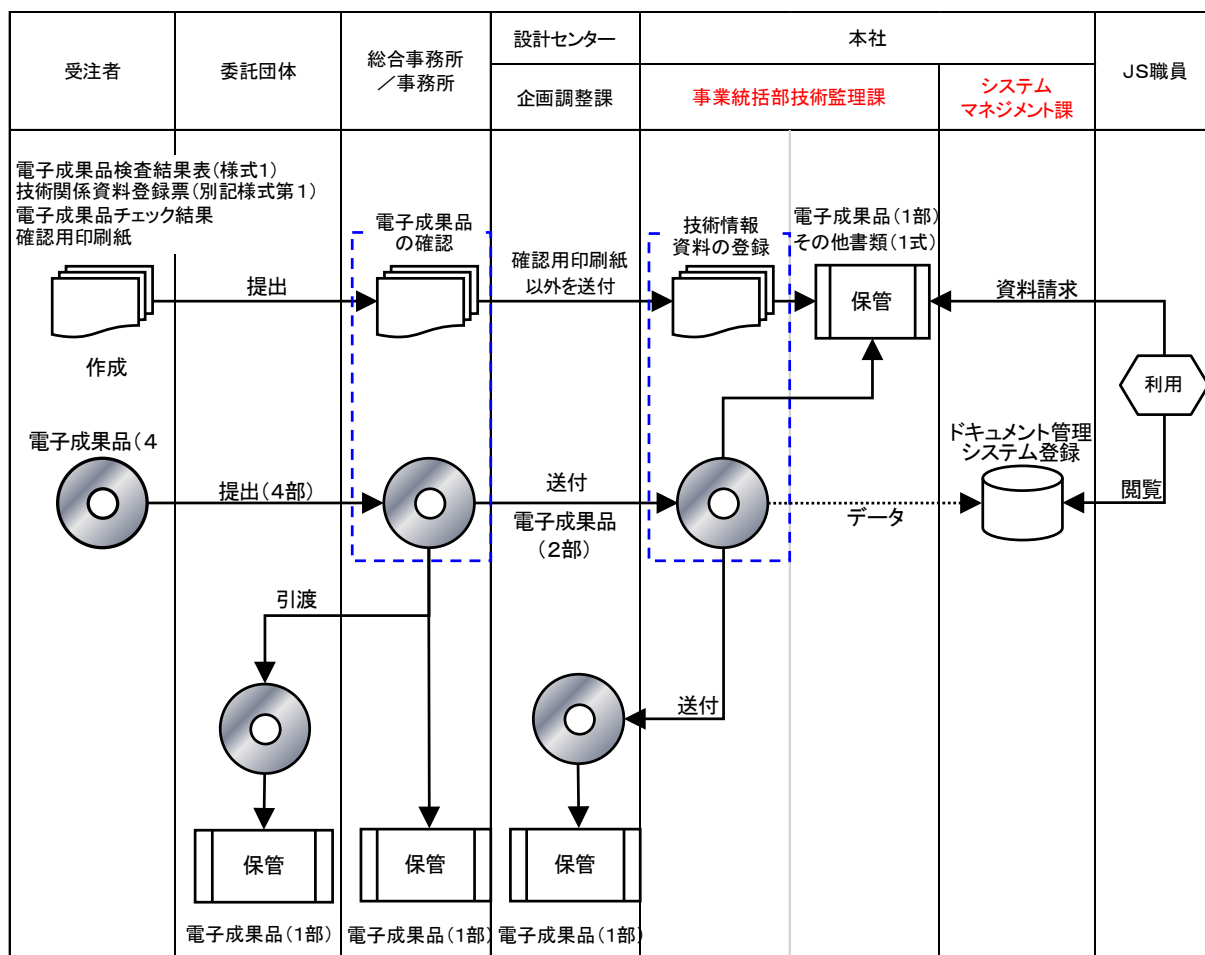

図 10-6 電子成果品の登録・保管の流れ
- JSにおける電子成果品の登録・保管の流れを図10-6に示す。